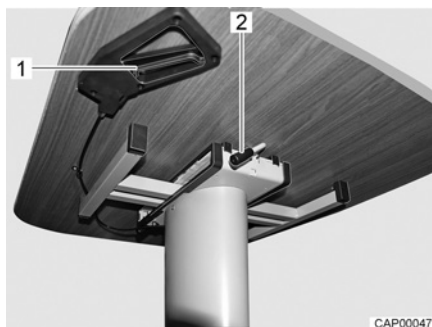

Fig. 43 Décaler la table à hauteur réglable
- Faire pivoter le levier (Fig. 43,2) vers le bas jusqu'à ce qu'il ait une position verticale vers le bas.
- Faire pivoter le levier (Fig. 43,2) vers le haut jusqu'à ce que le plateau de table soit fixé.
- Tirer sur la poignée de verrouillage (Fig. 43,1).
- Lâcher la poignée de verrouillage (Fig. 43,1). Le plateau de table reste à la hauteur réglée.